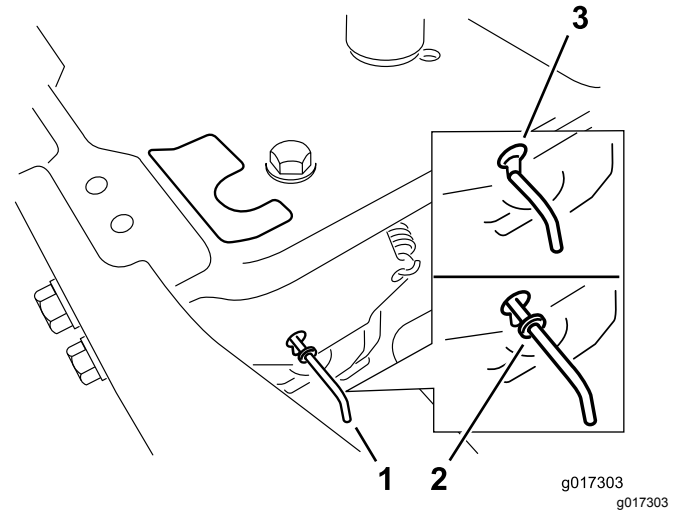

Figure 34
4. Déplacez les leviers de dérivation en avant à travers le trou de clavette et vers le bas pour les verrouiller en position (Figure 34).
Déplacez les leviers de dérivation en arrière à travers le trou de clavette et vers le bas pour les verrouiller en position, comme montré à la Figure 34.